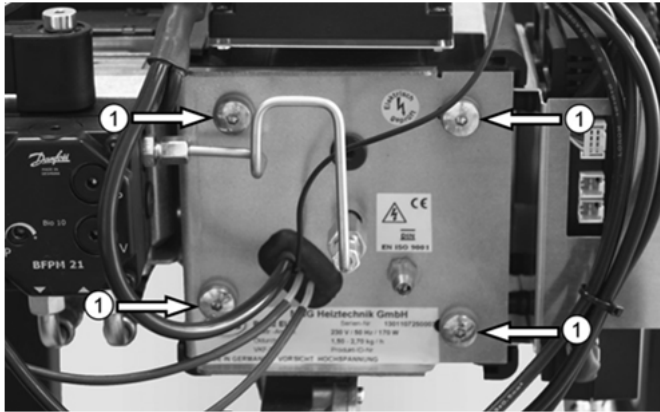

Abb. 11: Gehäusedeckel mit vier Schnellverschluss-Schrauben ①
- ➔ Lösen Sie die vier Schnellverschluss-Schrauben ① des Gehäusedeckels (s. Abb. 11).